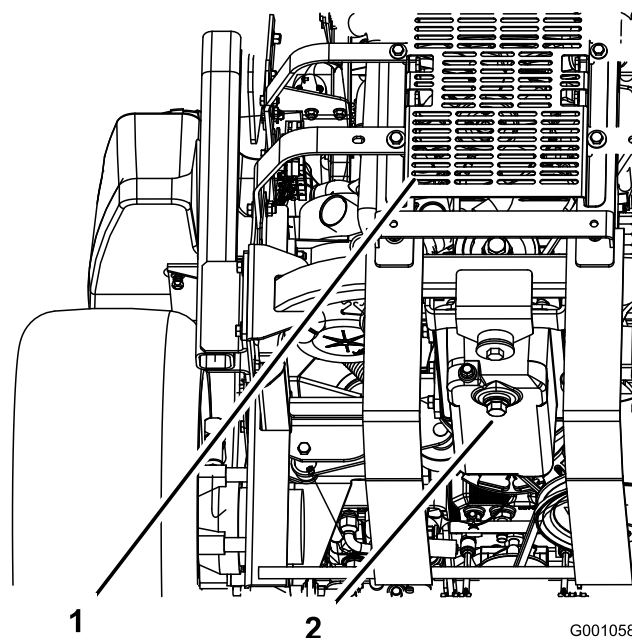

Figura 39
5. Coloque un recipiente debajo del orificio de drenaje de aceite. Retire el tapón de vaciado y deje que el aceite se drene completamente (Figura 39).